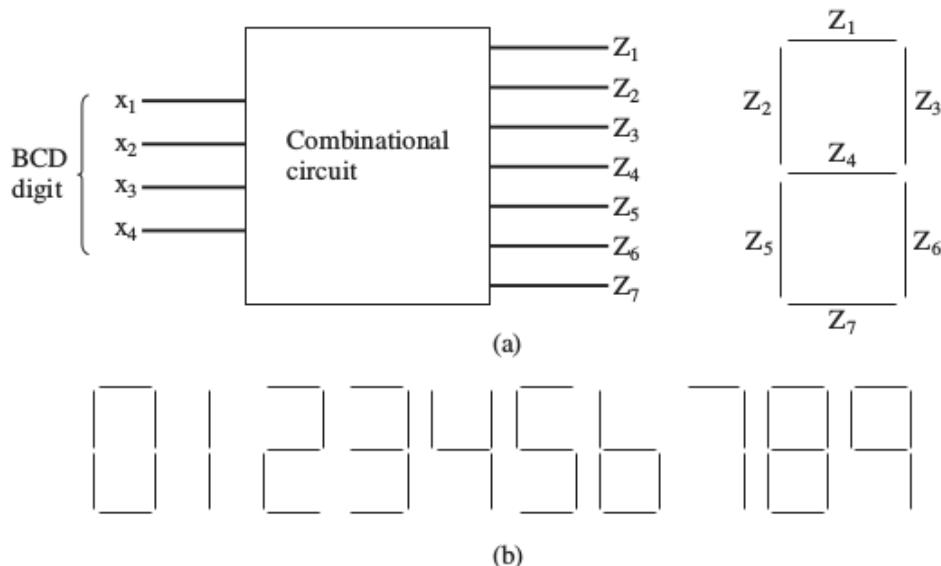

Figure 20.36 Seven-Segment LED Display Example
- Về mạch điện điều khiển phần tử 7-segment display có thể tham khảo cuốn sách: “Computer Organization and Architecture: Designing for Performance, Eighth Edition”, William Stallings, 2010; Hình trên chính là Figure 20.36.